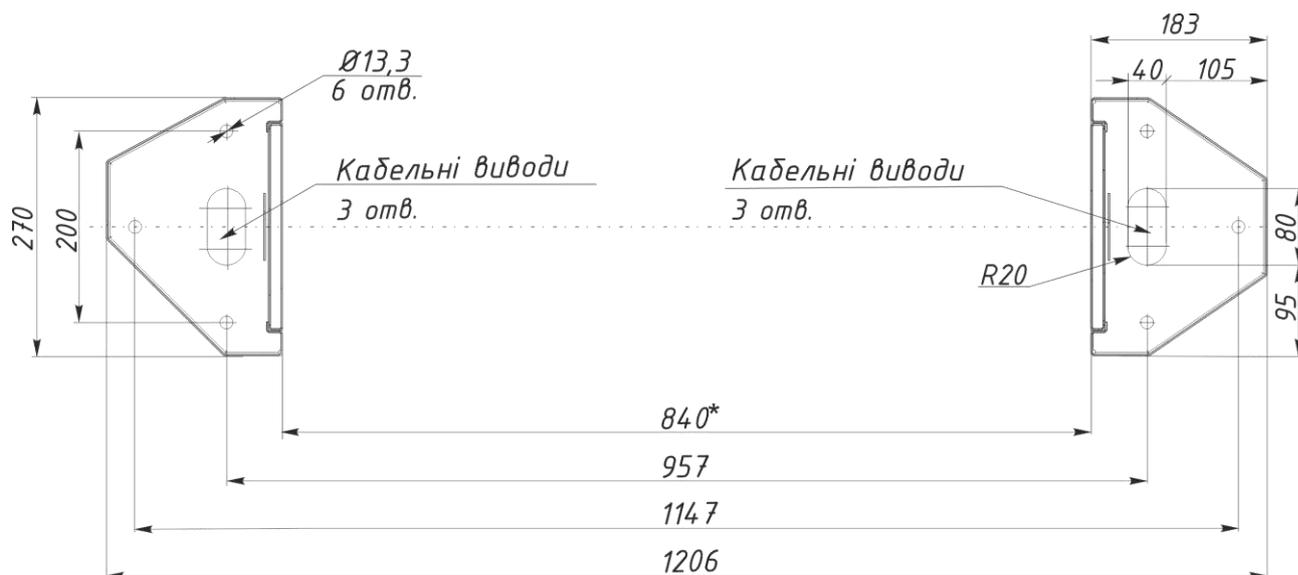

Рис. 12 – Розмітка для монтажу турнікету типу «трипод»
4) Зробити на поверхні майданчика розмітку отворів для кріплення турнікету відповідно до рис.12. Як шаблон для розмітки можна використовувати власне турнікет, розміщений вертикально на місці його установки.
6) За необхідності прокладання кабелів під поверхнею підлоги підготуйте в підлозі кабельний канал до зони введення кабелів у стійку турнікету. Розташування зони введення кабелів вказано на схемі рис.12.